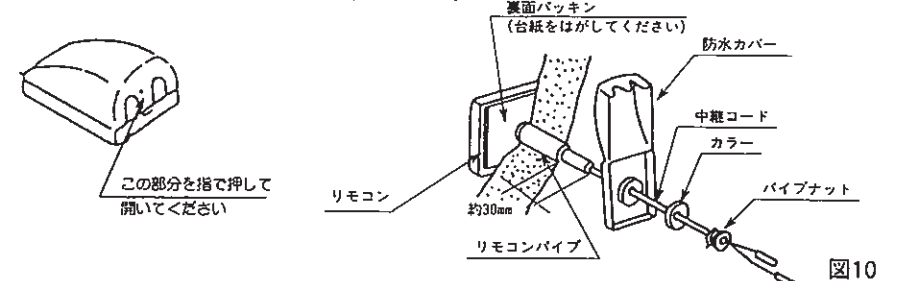

図10
リモコンパイプにリモコンの中継コードを通し、リモコンにリモコンパイプをねじ込み、取り付けます。(図10)
3. リモコンパイプが外壁面より30mmほど出るようにリモコンパイプのネジで長さ調節をして、壁の穴に挿入します。(図10)
5. 屋外で、防水カバーのふたをあけ、防水カバー・カラーの順で中継コードおよびリモコンパイプに通します。(図10)
(締め過ぎに注意してください。)(図10)